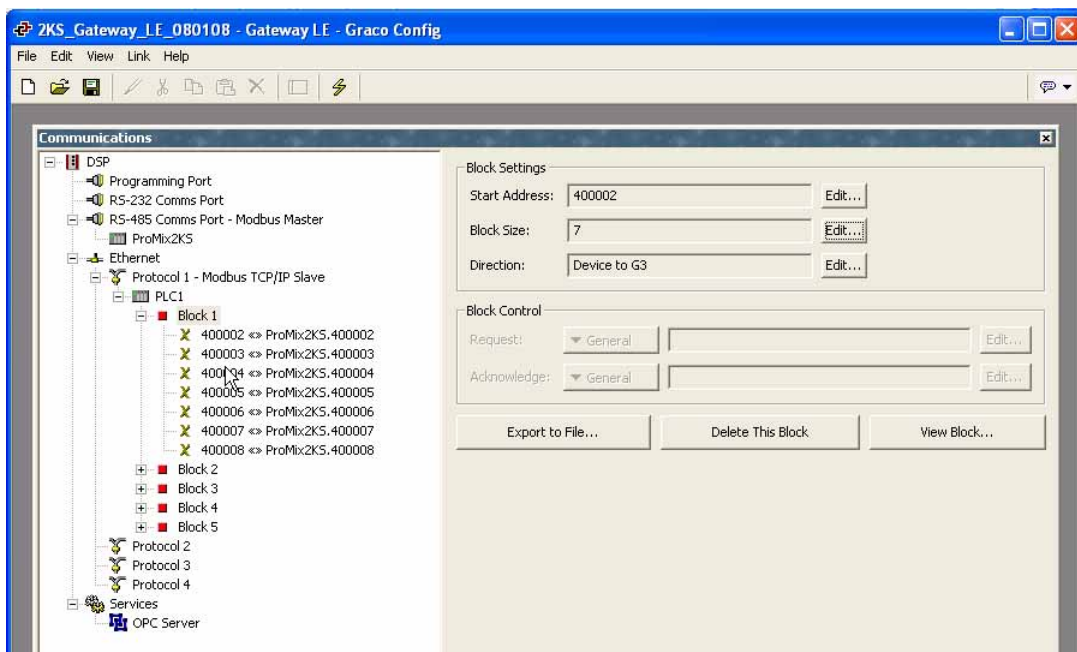

ABB. 24: Blockzuordnungsdaten
4. Siehe ABB. 24. Klicken Sie auf „OK“. Der Adressbereich erscheint unter dem entsprechenden Block auf der linken Fensterseite.